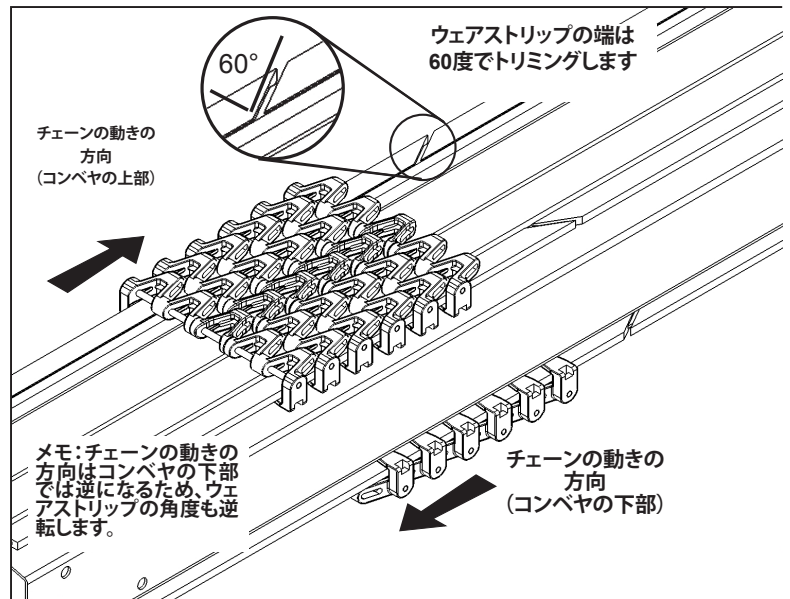

図10:ウェアストリップ組立の全体
**切断の角度:**隣り合ったウェアストリップの端は図10に示されているように60度の角度でトリミングします。この角度と、この角度を切断する方向(以下で説明します)によって、チェーンの動きはウェアストリップのジョイント部分でなめらかになります。
**切断の方向:**コンベヤ・チェーンが動く方向によって、ウェアストリップを切断する角度の向きが決定します。図10では、チェーンの動きの方向に関して、適切な角度を示しています。切断する際、コンベヤ・チェーンはフレームの下部においては逆方向に流れることにご留意ください。
チェーンの動きの方向に対して、適切な角度で切断されていることを確認します。前のページの図10を参照してください。